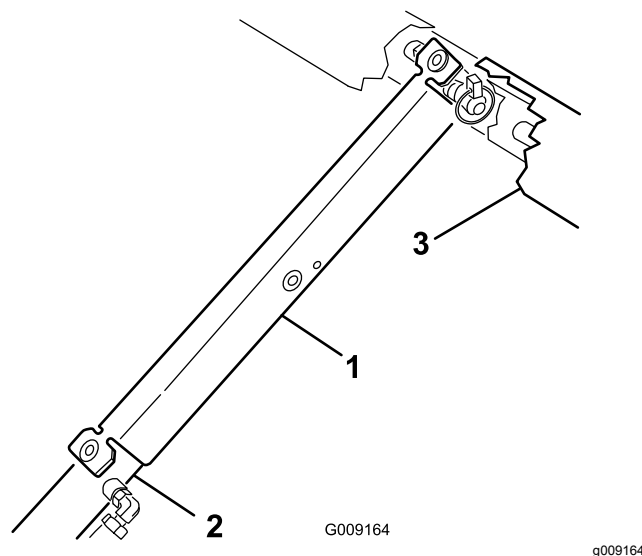

図 79
8. サポートをシリンダロッドにはめ込み、サポートの端部でシリンダバレルの端と昇降シリンダのロッドの端を確実に支える 図 79。